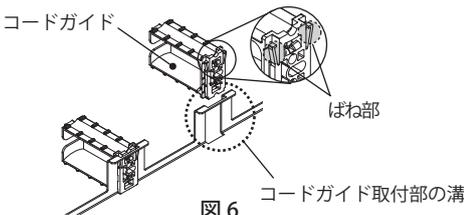

図6
1. コードガイドのばね部を上にして、スライド式余長収納ユニットの取付部の溝に合わせてください。(図6)